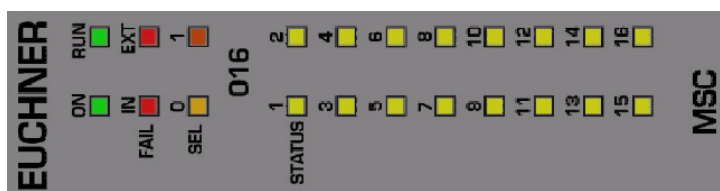

Figura 25:
8.3.13. Módulo O16 (Figura 25)